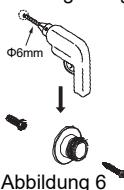

Abbildung 6
- e) Entfernen Sie die Kupferschraube und bohren Sie dann mit dem Ø6mm Bohrer ein Loch an der markierten Stelle. Bringen Sie die Kupferschraube an (Abbildung 6).